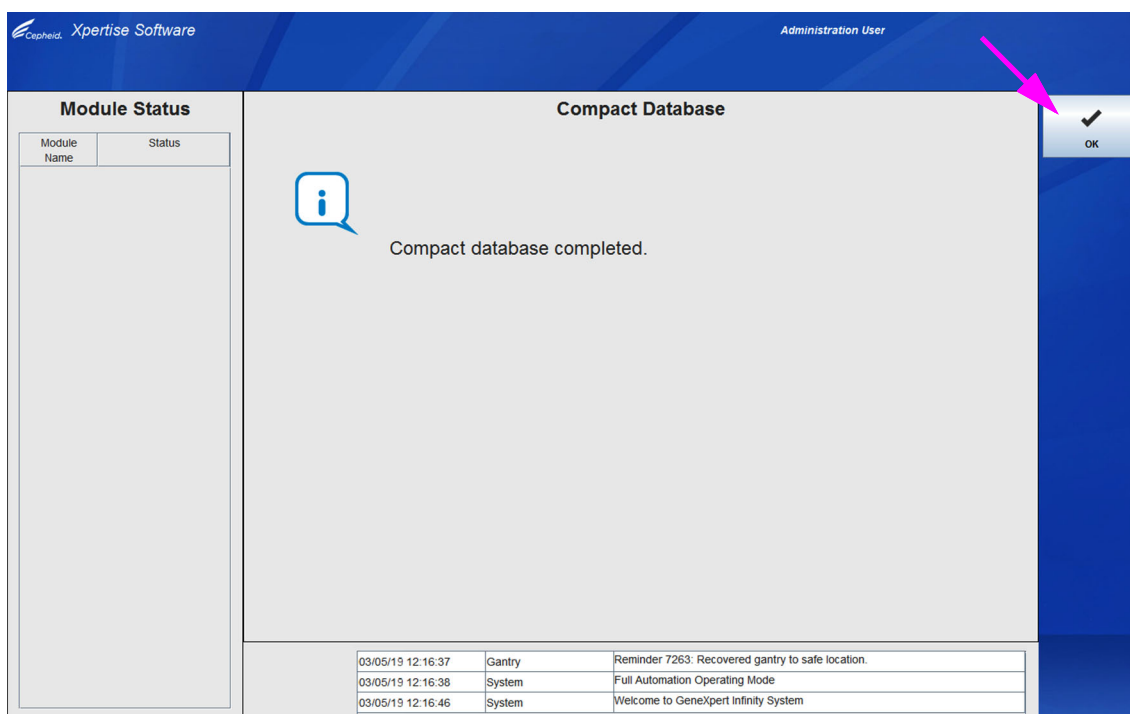

図 5-158. データベースの圧縮ワークスペース - データベースの圧縮完了
4. データベースが圧縮されると、データベースが圧縮されたことを示す、データベースの圧縮ワークスペース完了（Compact Database）ワークスペース（図 5-158 を参照）が表示されます。
5. **OK** ボタンを選択します。図 5-158 を参照。